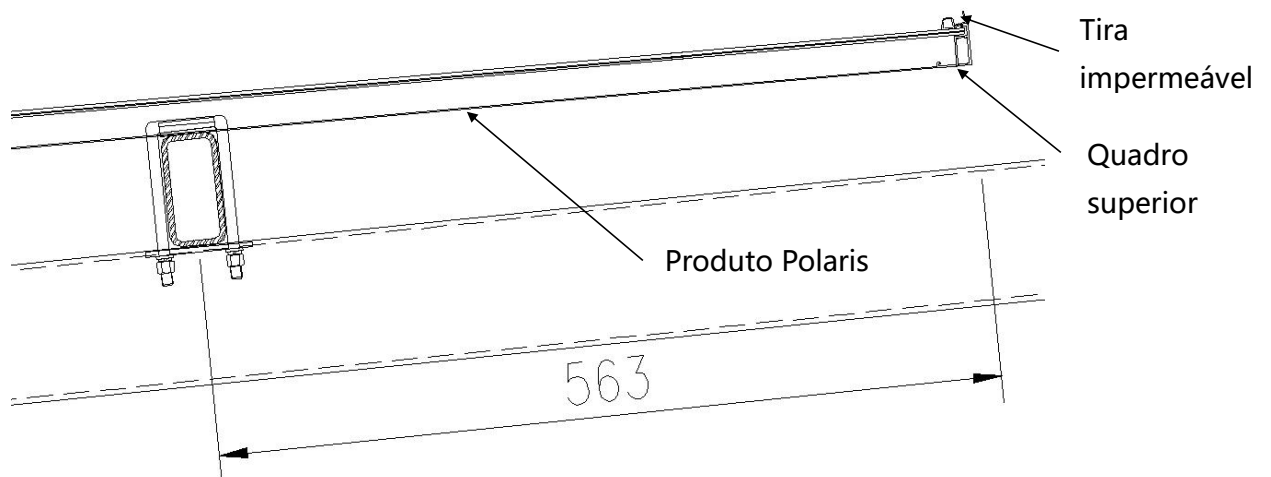

Figura 22
- 12 Use fita adesiva para colar a tira impermeável ao longo da borda superior da moldura da primeira linha de produtos. Certifique-se de que a extremidade da faixa impermeável está alinhada com a extremidade superior da estrutura (Figura 22). Com isso, a instalação da primeira linha de produtos está concluída.